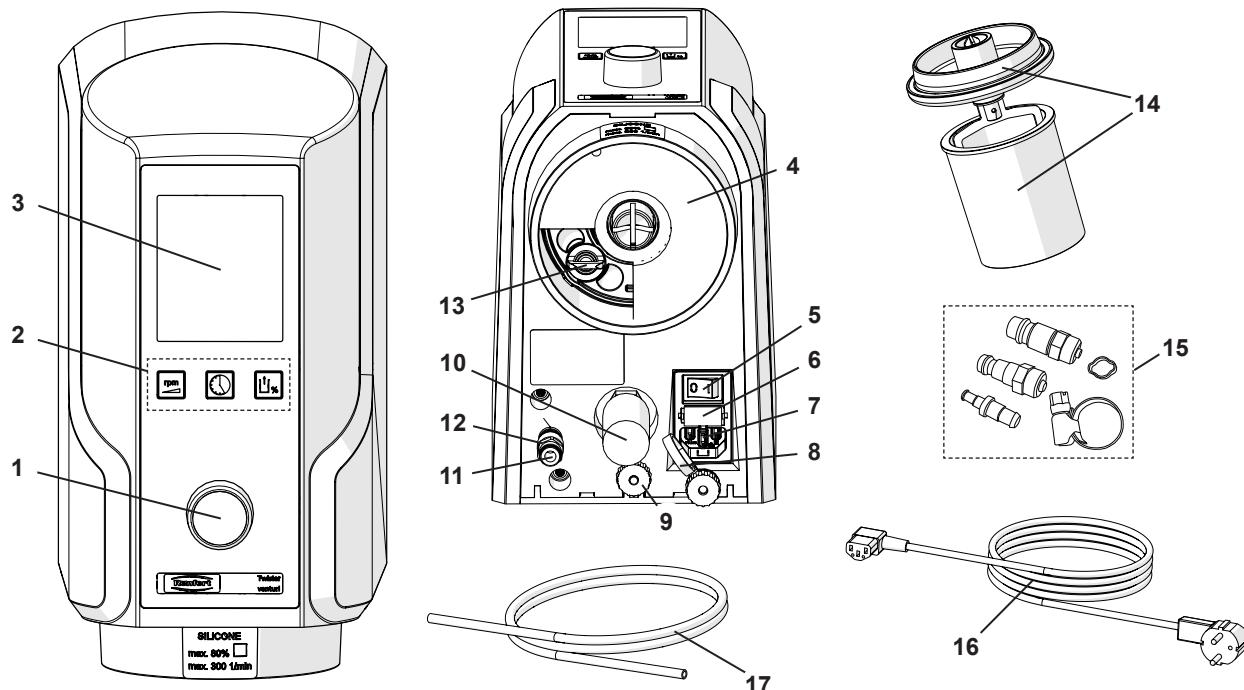

Fig. 1
- ⇒ Sæt trykluftslangen (17) i slangetilslutningen på tryklufttilslutningen (11) indtil anslag. I den forbindelse skal man mærke en let modstand.
- ⇒ Vælg den passende slangekobling i det vedlagte sæt (15, fig. 1) til tilslutningen til trykluftnettet, og sæt den på slangeenden.